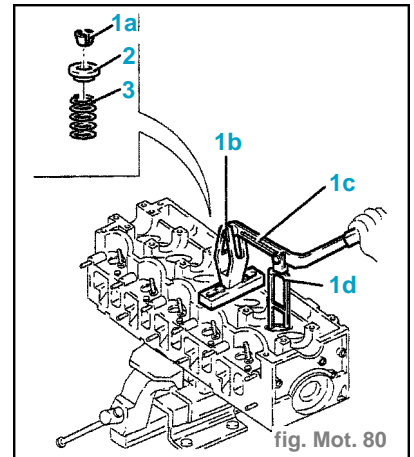

fig. Mot. 80
- Déposer la tuyauterie (2) de lubrification des supports de l'arbre de distribution.
- Déposer les chapeaux (3) de l'arbre de distribution.
- Déposer l'arbre de distribution (4).
- Déposer le pare-huile avant (5) de l'arbre de distribution.
- Déposer les poussoirs (6) y compris les pastilles de réglage du jeu des soupapes.
- Déposer les demi-cônes (1a) en utilisant les outils (1b) 1.820.257.000, (1c) 1.821.058.000 et (1d) 1.821.205.000. (fig. Mot. 80)
- Reposer les demi-cônes (1a) en utilisant les outils (1b), (1c) et (1d). (fig.Mot.80)